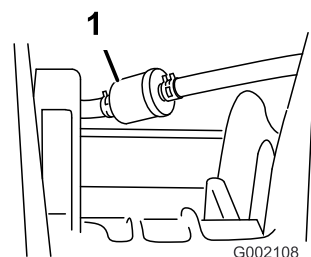

Figura 39
- Rimuovete i dispositivi di fermo che fissano il filtro del carburante ai tubi di alimentazione (Figura 39).